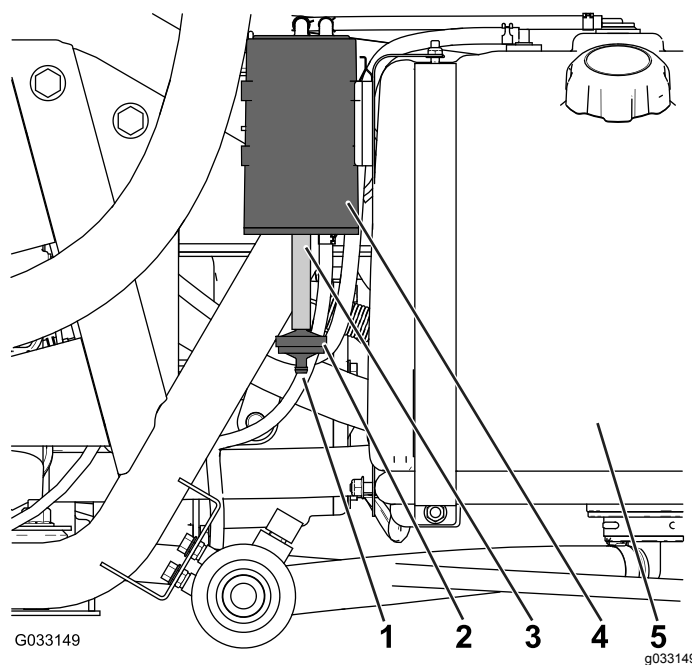

Рисунок 42
Проверьте отверстие в нижней части воздушного фильтра для бачка с активированным углем и убедитесь, что оно чистое и не перекрыто мусором или посторонними предметами (Рисунок 42).
1. Снимите штуцер типа «елочка» фильтра бачка с активированным углем со шланга в нижней части бачка с активированным углем и удалите фильтр (Рисунок 42).